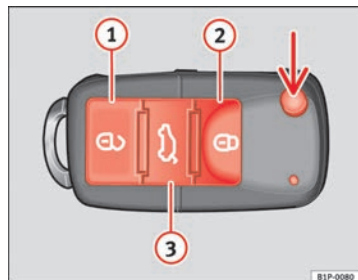

Fig. 44 Teclas de la llave con mando a distancia
Con la tecla $\Rightarrow$ fig. 44 (flecha) del mando, se desbloquea el paletón de la llave.
Desbloqueo del vehículo $\Rightarrow$ fig. 44 ①.
Bloqueo del vehículo $\Rightarrow$ fig. 44 ②.
Desbloqueo del portón trasero. Pulse la tecla $\Rightarrow$ fig. 44 ③ hasta que todos los intermitentes del vehículo parpadeen brevemente. Al pulsar la tecla de desbloqueo $\Rightarrow$ ③, dispone de 2 minutos para abrir el portón. Una vez transcurrido este tiempo se bloqueará de nuevo.
- Pulse la tecla  **2** ⇒ página 86, fig. 44 del mando a distancia.
- Pulse la tecla  **1** ⇒ página 86, fig. 44 del mando a distancia.